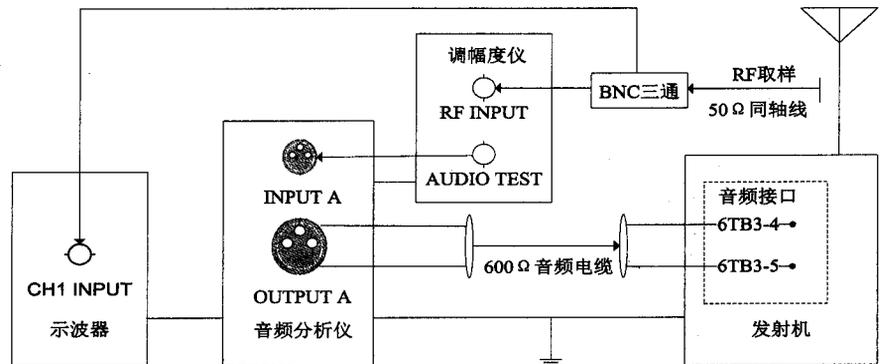

图 1 发射机指标测试线路连接示意图
2.3 测试发射机三大电声指标线路连接如图 1 所示, 参照示图将仪器和设备连接好。